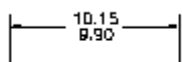

图 8-34 极限偏差
- Limits 设置如图 8-34 所示的尺寸的极限偏差。